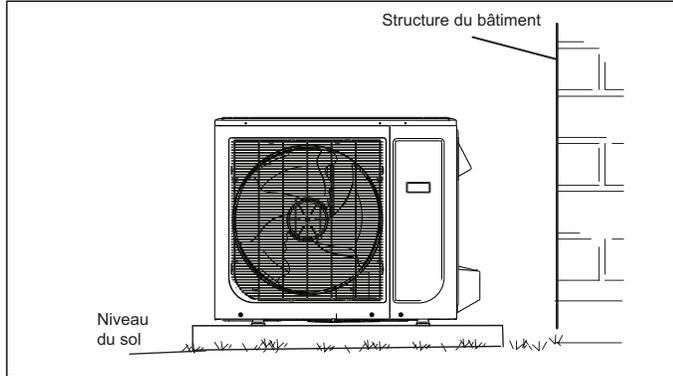

Figure 14. Installer l'unité de niveau (horizontale)
15. Aligner les conduites de réfrigérant évasées sur les connexions filetées. Commencer par serrer légèrement les écrous évasés pour assurer qu'ils s'engagent correctement comme illustré à la «Figure 14. Installer l'unité de niveau (horizontale)».